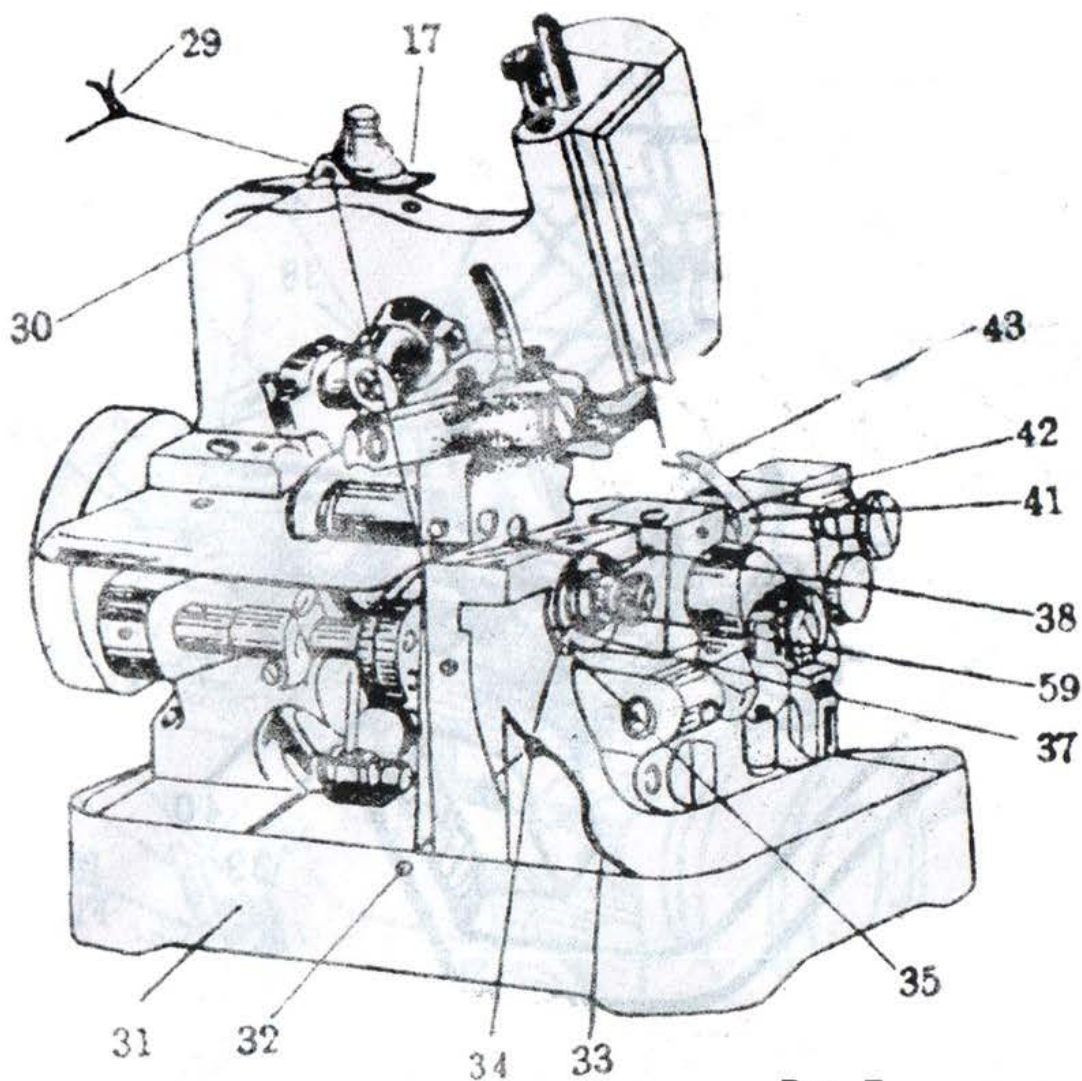

Рис. 7
Для регулировки натяжения игольной нити, а также нитей большого и малого петлителей, следует использовать регулятор напряжения (59) (Рис. 7).